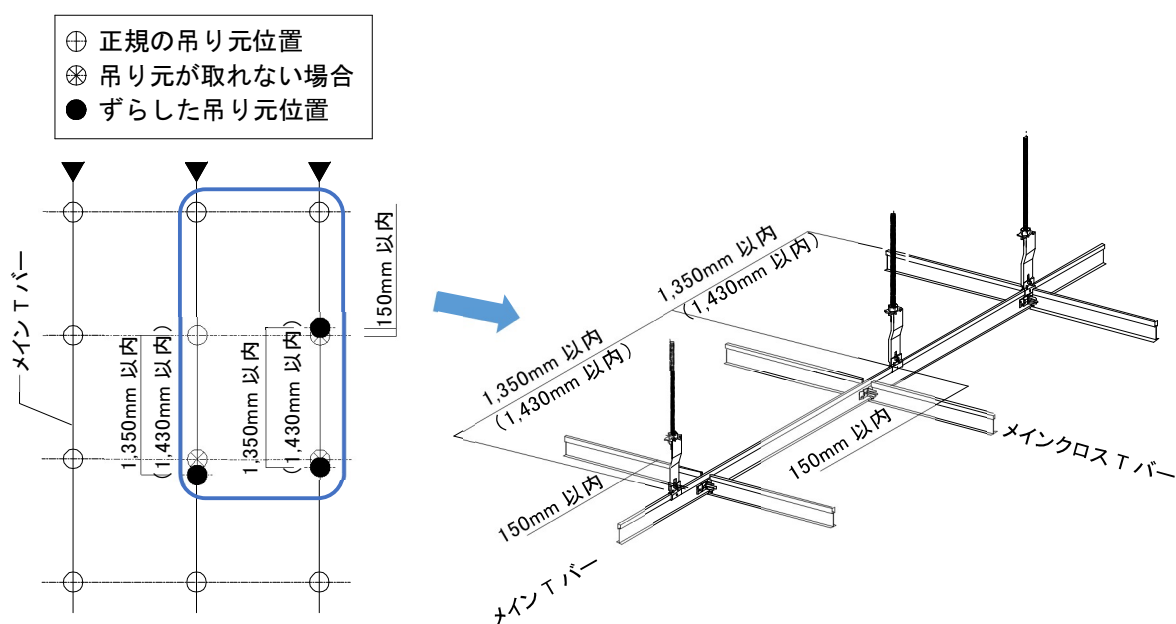

図2-3-2 吊りボルト設置時の注意事項
②ハンガーを組付けした吊りボルトをインサートにねじ込み、吊りボルトが鉛直になるように設置すること。
③吊りボルト設置時は、メインTバーとメインクロスTバーの交点 1,200×1,200 mmまたは 1,280×1,280 mm付近に直吊りする。やむを得ず交点から離れて吊る場合は、メインTバー方向、メインクロスTバー方向とも 150 mmまでとし、吊りボルト相互の離れは 1,350 mm以内 (1,280×12,80 mmの場合は 1,430 mm以内) とすること。(図 2-3-2 参照)